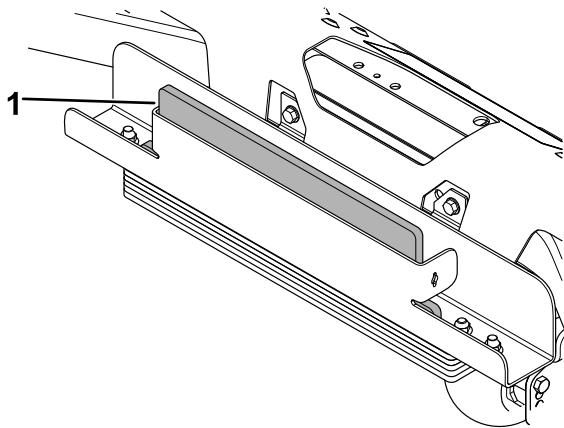

Figure 3
3. Montez la plaque à l'avant du logement de masse (Figure 3).